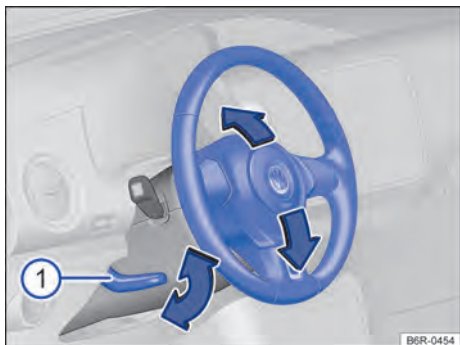

Fig. 33 Ajustar a posição do volante mecanicamente.
- Empurrar a alavanca → Fig. 33 ① para baixo.